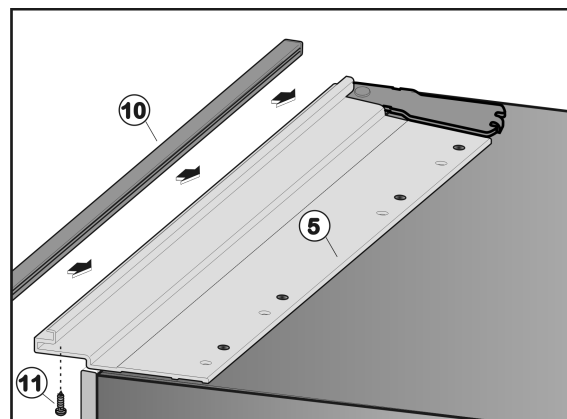

Fig. 34
- Mettre la baguette de bord Fig. 34 (10) sur le profilé d'encastrement Fig. 34 (5) et la placer de telle sorte que les trous de la baguette de bord et du profilé d'encastrement soient les uns au-dessus des autres.
- Visser la baguette de bord Fig. 34 (10) par le dessous avec trois vis Fig. 34 (11) au profilé d'encastrement Fig. 34 (5).